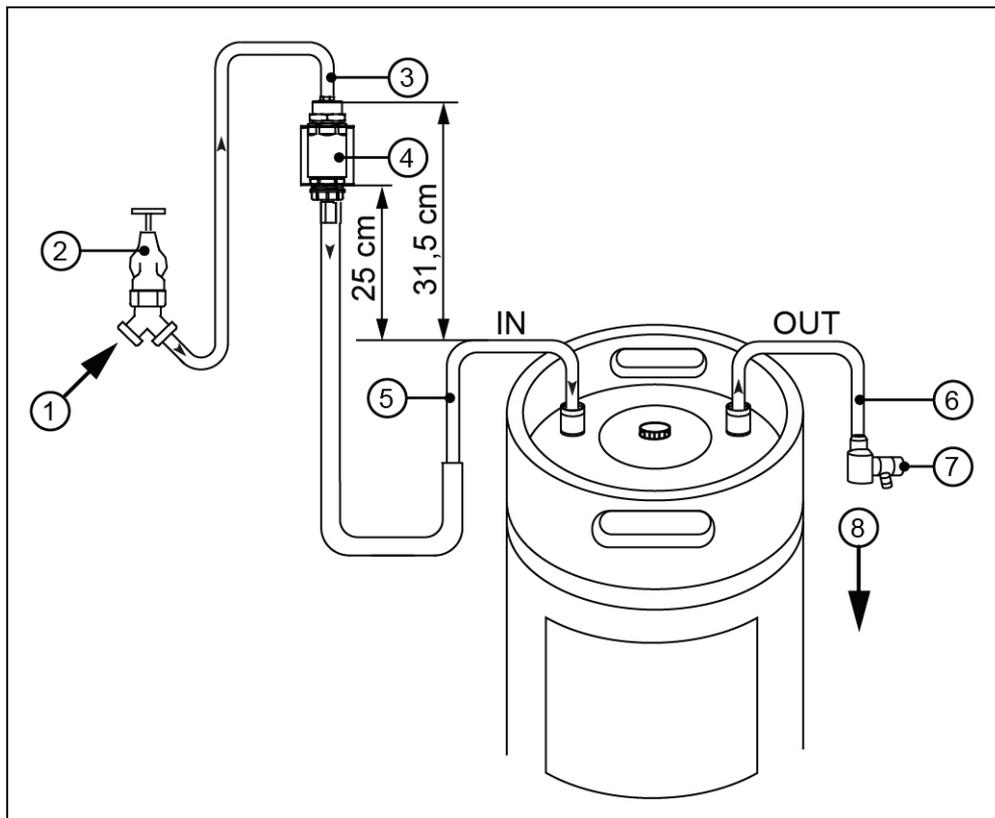

Abb. 4:
Der Anschluss von Verbrauchern an das Trinkwassernetz muss nach EN 1717 so erfolgen, dass das Trinkwassernetz vor Verunreinigungen geschützt ist. Sehen Sie dazu gemäß EN 1717 Teil 4 an der Anschlussstelle eine Sicherungskombination, bestehend aus Rückflussverhinderer und Rohrbelüfter, vor. Die mitgelieferte Sicherungskombination ist 25 cm über der Mischbettharzpatrone an der Wand anzubringen (siehe Abb. 4).
3. Bringen Sie die Sicherungskombination gemäß EN1717 25 cm über der Mischbettharzpatsrone an der Wand an (siehe **Abb. 4**).